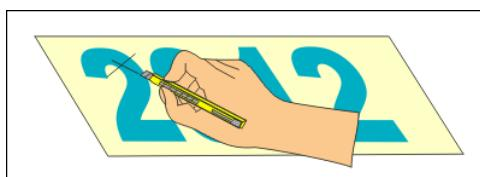

Imagen 252_01
- A la impresión en láminas y objetos se le hace un corte en cruz (Imagen 252_01), se adhiere cinta adhesiva sobre ella y se retira de golpe.